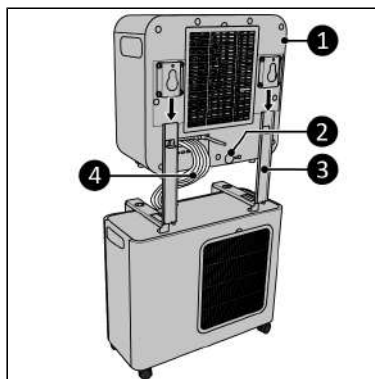

Figure 81.
4. Glissez l'unité intérieure (Figure 81, pos. 1) sur les supports muraux (Figure 81, pos. 3).
5. Guidez le tuyau de réfrigérant (Figure 81, pos. 4) entre l'unité intérieure et l'unité extérieure. Évitez que le tuyau de réfrigérant ne réalise une courbe inférieure à 30 mm.
6. Retirez le bouchon d'arrêt d'eau (Figure 81, pos. 2).